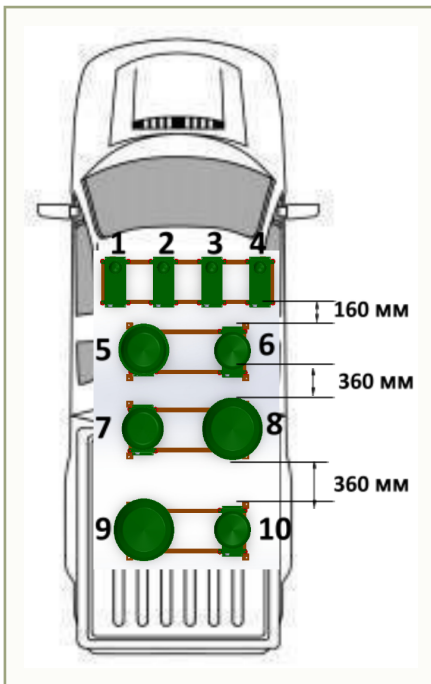

РИСУНОК 12.1 – РЕКОМЕНДОВАНА СХЕМА РОЗТАШУВАННЯ ТА МІНІМАЛЬНІ ВІДСТАНІ МІЖ ЦЕНТРАМИ АНТЕН
- 02** Закріпити рами з постановниками перешкод на даху транспортного засобу або на іншій горизонтальній поверхні, дотримуючись рекомендованої схеми розташування (рисунок 12.1).